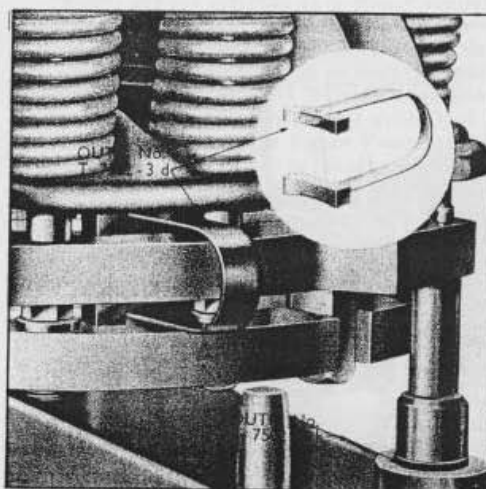
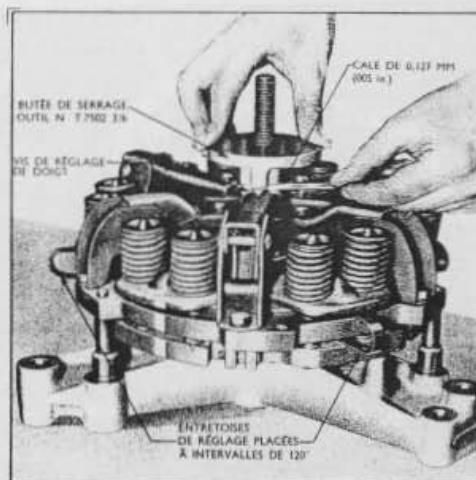

Fig. 12.
Fig. 13.
1. A l'aide des rondelles d'écartement T. 7502-3/k (fournies avec l'Outil N° 7502), introduire les trois regots de positionnement de la plaque centrale d'entraînement de l'Outil spécial d'Assemblage d'Embrayage Double (Outil N° T. 7502) dans les trois trous pratiqués le plus près de la partie centrale de l'Outil. Les rondelles d'écartement doivent être positionnées entre chacun des ergots de l'Outil comme le montre la FIG. 12.
2. Quand l'écartement des plateaux est suffisant, introduire les trois paires d'entretoises de réglage (Outil N° T. 7502-3/d) entre les surfaces de contact des plateaux et la plaque centrale d'entraînement jusqu'à ce qu'elles soient en contact avec le tour des disques d'embrayage (voir FIG. 12); les entretoises doivent être disposées à des intervalles de 120° autour de la circonférence de l'embrayage de telle sorte que chacune d'elle se trouve placée immédiatement sous l'un des petits bossages coulés sur la surface du plateau d'embrayage/prise de force qui séparent les ressorts de pression (voir FIG. 13). Il est important de disposer ainsi les entretoises pour être sûr que la partie supérieure des entretoises touche la face de contact du plateau d'embrayage/prise de force et qu'on pourra obtenir un réglage satisfaisant des doigts de débrayage.
replacer le support de réglage sur l'outil principal de telle sorte que la face la plus petite touche le collier de centrage. Le support de réglage présente deux bossages qui permettent de vérifier le réglage des vis des doigts de débrayage; le bossage le plus court correspond aux doigts de débrayage/tracteur et le plus long aux doigts de débrayage/prise de force. Régler individuellement les six vis de la façon suivante: après avoir fait tourner la vis, on doit pouvoir faire passer un calibre d'épaisseur de 0,127 mm entre la tête de la vis et l'extrémité libre du bossage lorsqu'on maintient le support de réglage solidement contre le collier de centrage, le bossage correspondant étant tourné vers la vis qu'on désire régler. (voir FIG. 13).